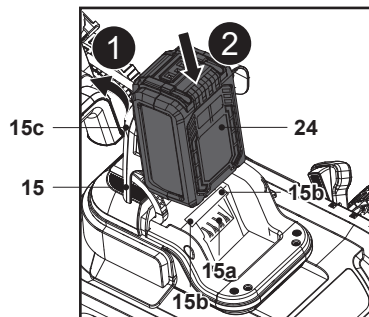

Fig. 8
1. Levante la tapa magnética (15c) y abra la tapa del compartimento de la batería (15) (Fig. 8, paso 1).
2. Alinee la batería (24) con las dos ranuras deslizantes (15b) y deslice la batería (24) para acoplarla (Fig. 8, paso 2).
3. Asegúrese de que los contactos eléctricos (15a) estén completamente insertados en la batería (24) y de que encajen en su sitio con un clic.
4. La batería (24) solo se puede instalar en una dirección.
5. Cierre la tapa del compartimento de la batería (15) con cuidado.